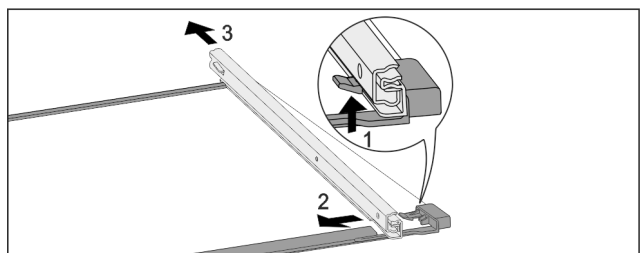

Fig. 107 Glassplate med skinner
- Trykk den fremre festespaken oppover. Fig. 107 (1)
- Skyv uttrekksskinnen til side Fig. 107 (2) og skyv bakover Fig. 107 (3) og bort.